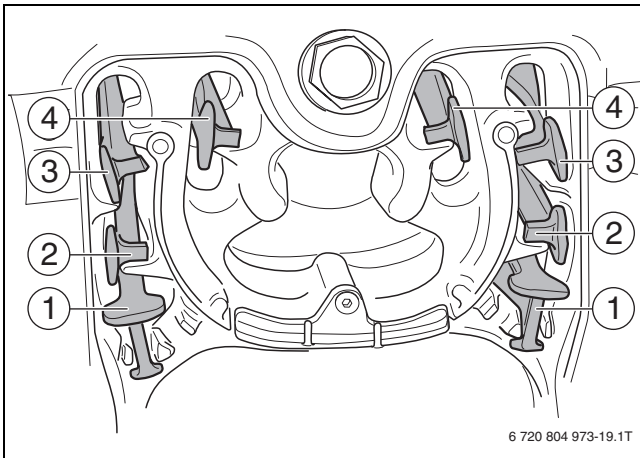

Рис. 36 Направляющие пластины горячих газов 18, 22, 30 кВт
- ▶ Перед пуском в эксплуатацию убедитесь, что направляющие пластины горячих газов находятся в показанном положении (→ рис. 36 & 37):